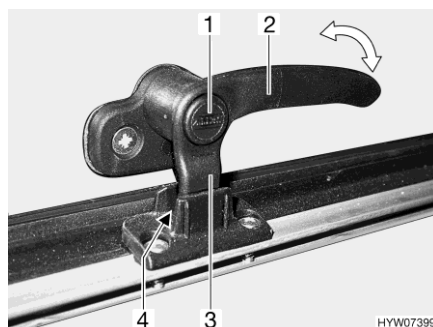
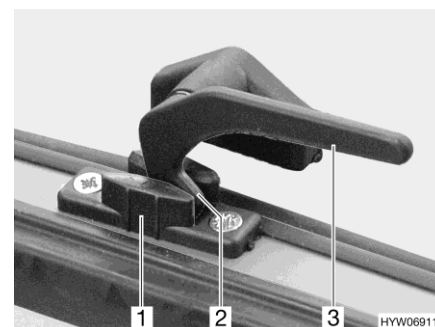

Fig. 90 Levier de verrouillage avec bouton de sécurité en position "Aération permanente"
Fig. 91 Levier de verrouillage en position "Aération permanente"
- En position "Aération permanente" (Fig. 90 et Fig. 91)
- S'il existe, appuyer sur le bouton de sécurité (Fig. 90,1) et le maintenir enfoncé.
- Tourner le levier de verrouillage (Fig. 90,2 ou Fig. 91,3) d'un quart de tour vers le centre de la fenêtre.
- Remettre le levier de verrouillage en position initiale. Le tenon de verrouillage (Fig. 90,3 ou Fig. 91,2) du levier de verrouillage doit pénétrer alors dans le logement prévu à cet effet dans le verrouillage de fenêtre (Fig. 90,4 ou Fig. 91,1).
- Relâcher le bouton de sécurité (Fig. 90,1) s'il y en a un.